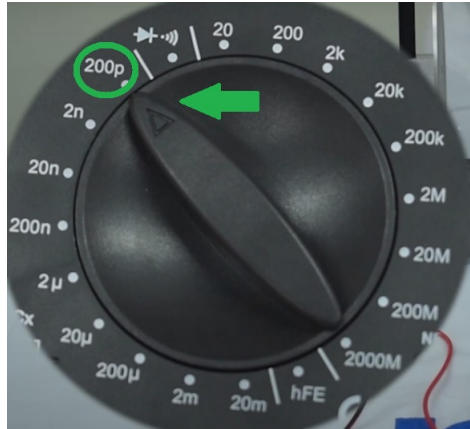

Figura 6.5: Selector ubicado en la escala adecuada para la medición de la capacitancia.
5. Ubique el selector en la escala de los 200p en la región de medición de Faradios F , como lo indica el círculo y la flecha verde en la figura 6.5.